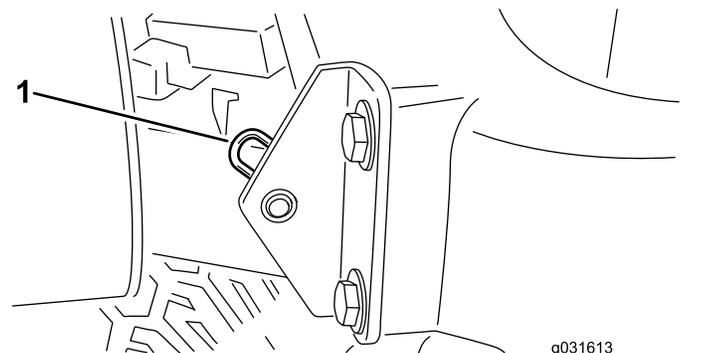

Bild 42
2. Entfernen Sie den Splint, mit dem das Gelenk der Motorhaube an den Befestigungshalterungen befestigt ist (Bild 42).